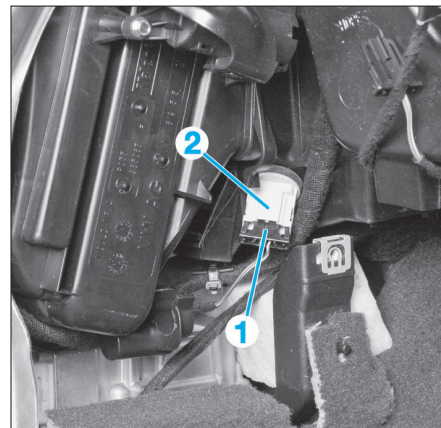

FIG. 51
- Débrancher le connecteur (1) du capteur (2) (Fig.51).